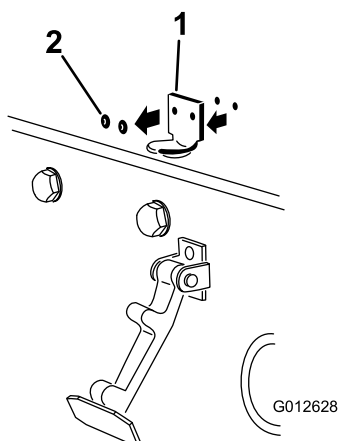

Figura 5
2. Retire los 2 remaches que sujetan el cerradero del capó al capó (Figura 5). Retire el cerradero del capó.
3. Alineando los taladros de montaje, coloque el cierre de seguridad para CE y el cerradero sobre el capó. El cierre de seguridad debe estar en contacto directo con el capó (Figura 5). No retire el conjunto de perno y tuerca del brazo del cierre de seguridad.